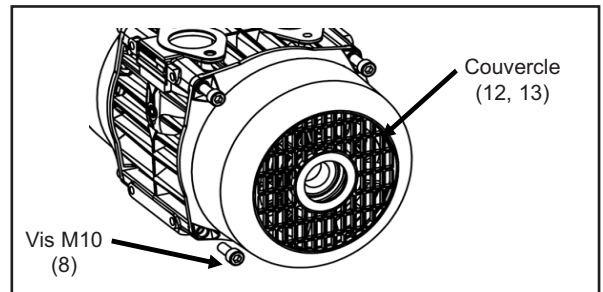

Figure 11
1. Désaccouplez le compresseur du moteur d'entraînement et enlevez la clavette d'arbre (16).
2. Enlevez les quatre vis M10 (8) qui fixent le couvercle et retirez ce couvercle (12 ou 13) ; voir la figure 11.